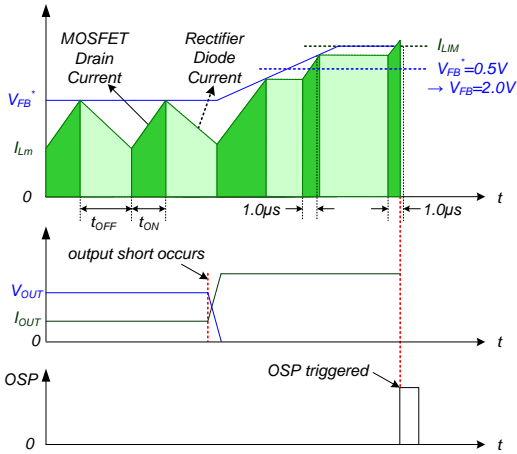

图 22. 输出短路保护
**4.3. 输出短路保护 (OSP):** 如果输出短路, 具有极高  $di/dt$  的陡坡电流可在最小导通时间内流经 SenseFET。关断时, 这种陡坡电流对 SenseFET 的漏极带来高压应力。为保护器件不发生这种异常情况, 包括了 OSP。其由检测  $V_{FB}$  和 SenseFET 导通时间组成。当  $V_{FB}$  高于 2.0V 且 SenseFET 导通时间小于  $1.0\mu s$  时, 此情况被视为异常错误且 PWM 开关关断, 直至  $V_{CC}$  再次达到  $V_{START}$ 。异常情况输出短路如图 22 所示。